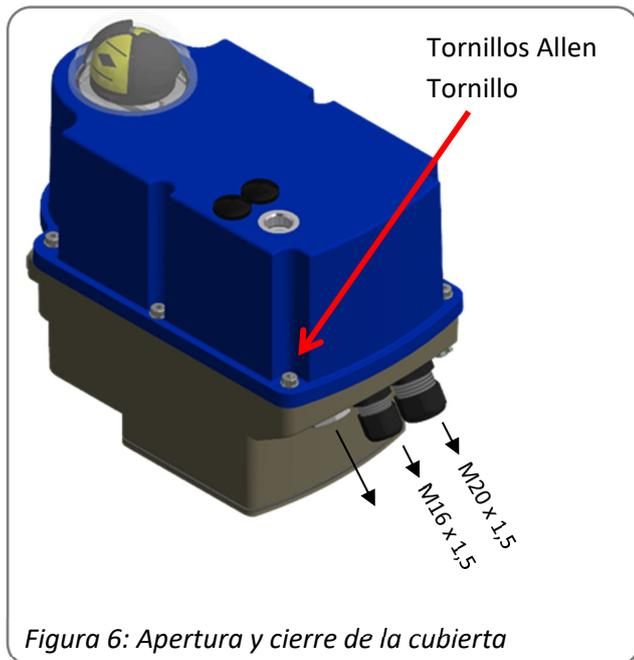

Figura 6: Apertura y cierre de la cubierta
- Vuelva a colocar las tapas protectoras (figura 6, pos. 2) en los tornillos de ajuste después de ajustar los interruptores de posición adicionales. Par de apriete 2 Nm.